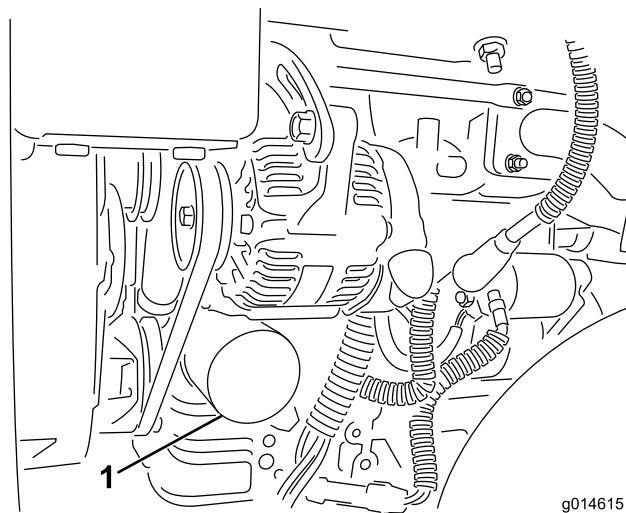

Figura 48
2. Togliete il filtro dell'olio (Figura 48). Spalmate un leggero strato di olio pulito sulla nuova guarnizione del filtro.